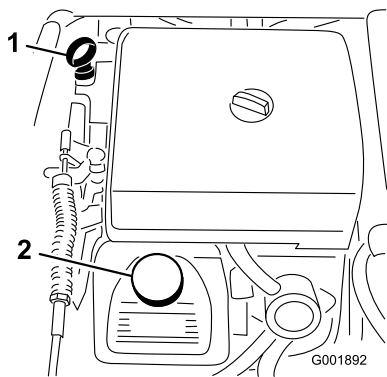

図 48
2. ディップスティックを抜き、ウェスで一度きれいに拭く(図 48)。ディップスティックを、チューブの根元までもう一度しっかりと差し込む。ディップスティックを引き抜いて油量を点検する。
3. オイルの量が不足している場合は、バルブ・カバーについている補給口のキャップ (図 48) を取り、ディップスティックの FULL マークまで補給する。補給するときは、ディップスティックで確認しながら少量ずつ入れる。入れすぎないように注意してください。
8. 所要量の約 80% のオイルを補給口から入れる (図 48)。